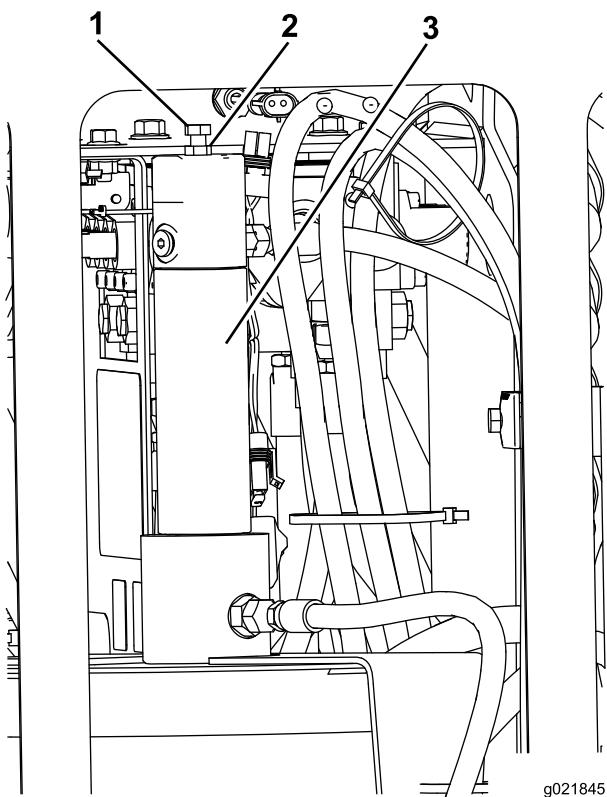

Рисунок 92
- Ослабьте контргайку на регулировочном болте, расположенным на поршне устройства нанесения состава для резьбы (Рисунок 92).